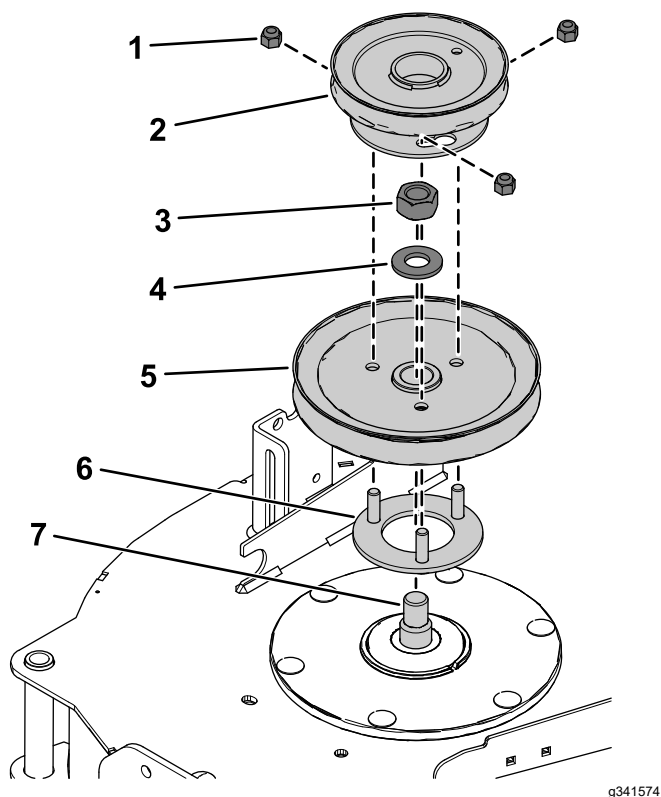

Figure 24
4. Insérez les goujons filetés du support de poulie dans les trous de la poulie du tablier (Figure 24).
5. Fixez la poulie du tablier sur l'axe de pivot à l'aide de l'écrou hexagonal (¾ po) et de la rondelle retirés précédemment (Figure 24).
7. Placez la poulie de ventilateur sur les goujons filetés et vissez légèrement les 3 contre-écrous (⅜ po), comme montré à la (Figure 24).